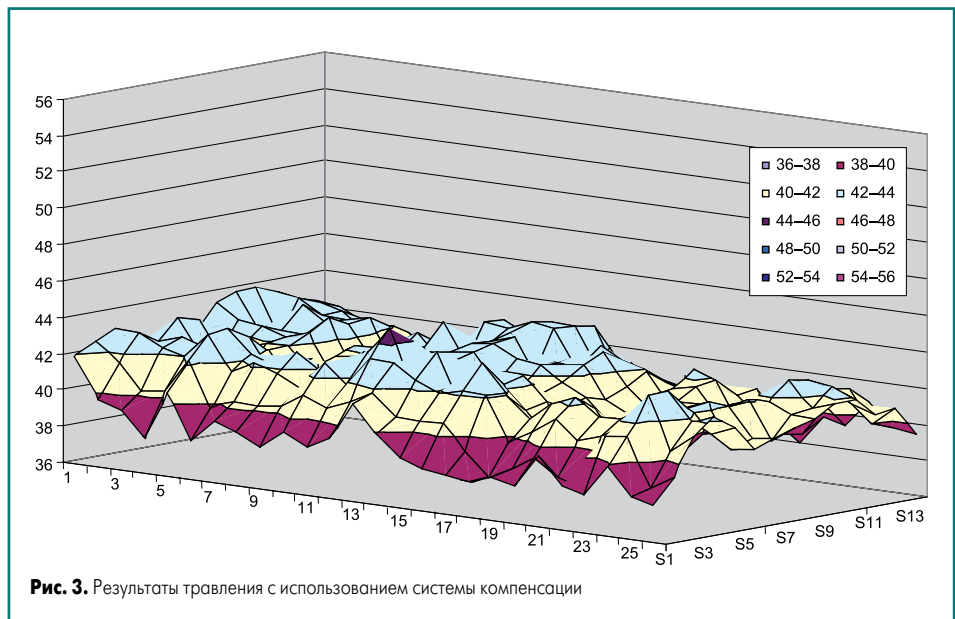

Рис. 3. Результаты травления с использованием системы компенсации
- Тест с учетом компенсации (рис. 3):
На рис. 3 показан результат того же процесса, полученный с использованием системы компенсации. Максимальное полученное из-